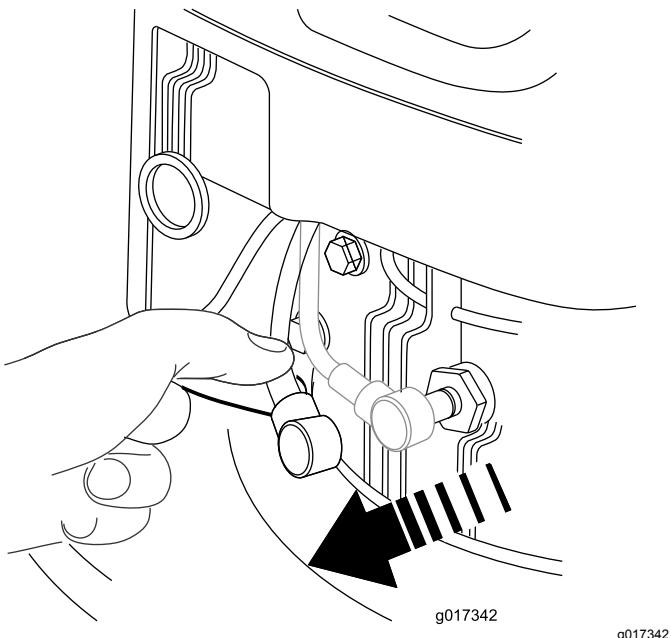

Figura 19
2. Desligue o fio da vela da ignição da vela da ignição (Figura 19) antes de executar qualquer procedimento de manutenção.